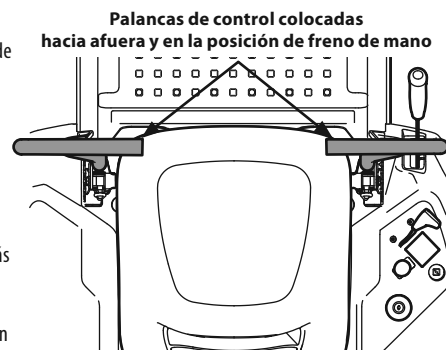

Figura 19
1. El operador debe estar sentado en el asiento del tractor con las palancas de control de la transmisión de barras de seguridad completamente hacia afuera en la posición de estacionamiento. Consulte la Figura 19. Consulte la sección Funcionamiento de práctica para obtener más instrucciones.